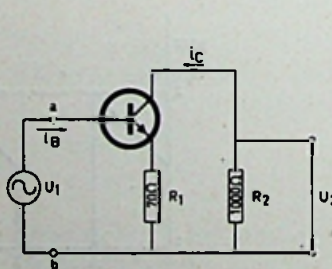

Fig. 9
① In fig. 9 is het wisselstroomschema van een transistor-schakeling weergegeven.